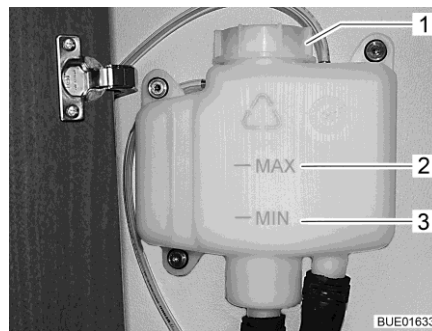

Fig. 280 Vaso d'espansione senza diaframma
- Controllare se il livello del liquido nel vaso d'espansione (Fig. 280) è tra la riga del "MIN" (Fig. 280,3) e del "MAX" (Fig. 280,2).
- Aprire il coperchio (Fig. 280,1) del vaso d'espansione.